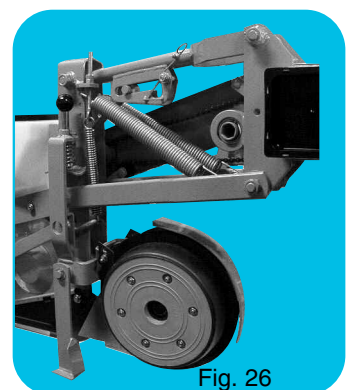

Fig. 26
- Fig. 26 : Double disques avant avec roues accolées pour semis sur préparation réduite, avec ressorts de pression réglables.
- Fig. 26 : Front double disc with side wheels for low till planting, with adjustable pressure springs.
- Fig. 26 : Kollerschleiben werden anstelle der vorderen Andruckrolle montiert für Minimalbodenbearbeitung mit verstellbarer Feder.
- Fig. 26 : Disco coltro disposto al centro della ruota anteriore per semine con preparazione ridotta del terreno.